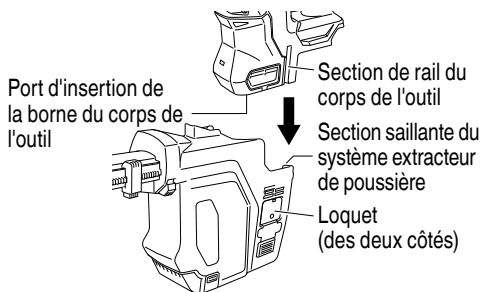

Fig. 3
- (1) Installation du système extracteur de poussière (Fig. 3)